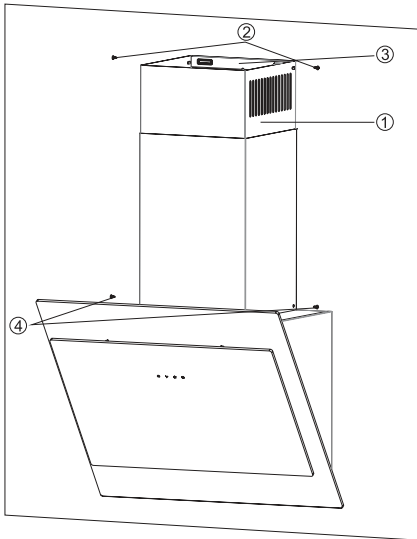

Abb. 3.2: Innenschacht montieren
- Innenschacht ① nach oben ziehen und mit 2 Schrauben ② von links und rechts an Schachtmontagebügel ③ verschrauben. Keinen Akkuschauber dazu verwenden (⇔ Abb. 3.2)